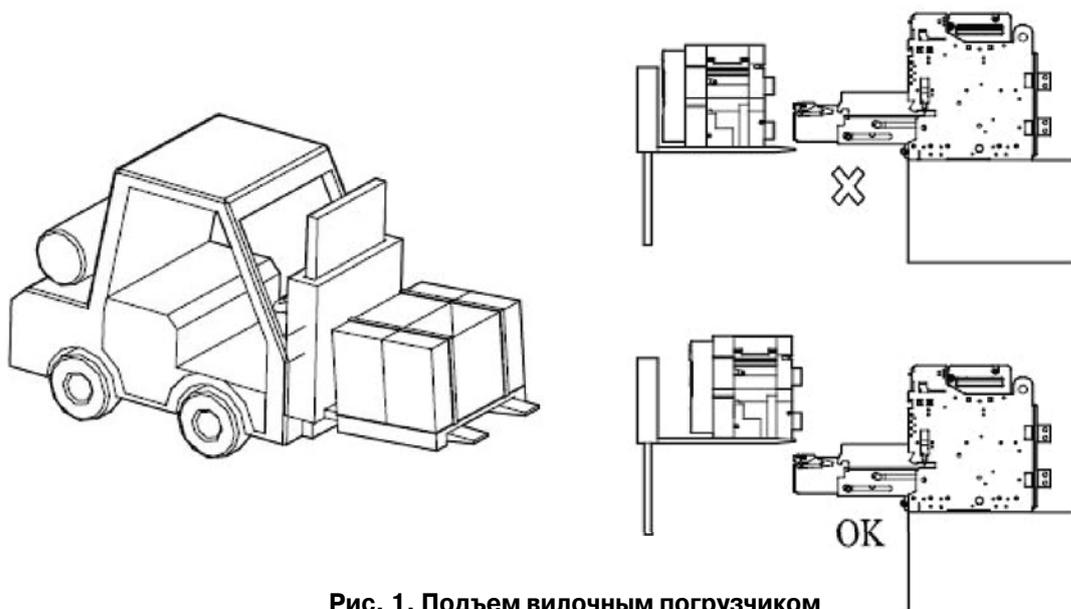

Рис. 1. Подъем вилочным погрузчиком
- Выключатель и корзина легко поднимаются таями, лебедками и кранами. Подъемные скобы (опция) облегчают перемещение аппарата грузоподъемными машинами. Грузоподъемные машины и принадлежности должны быть рассчитаны на вес, указанный в таблице 1. При подъеме вилочным погрузчиком руководствуйтесь рис. 1.
- При перемещении аппарата на вилочном погрузчике размещайте его на вилах, как показано на рис. 1.